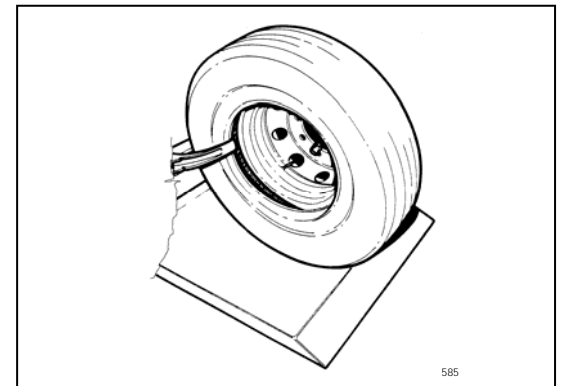

Fig.30
4. Rotate the chuck counter clockwise until the outer bead is completely demounted (Fig.30).
4. *Tourner l'arbre dans le sens inverse aux aiguilles d'une montre jusqu'à ce que le talon extérieur soit complètement sorti (Fig.30).*
4. Das Spannfutter gegen den Uhrzeigersinn drehen, bis der äußere Wulst vollkommen demontiert ist (Abb.30).